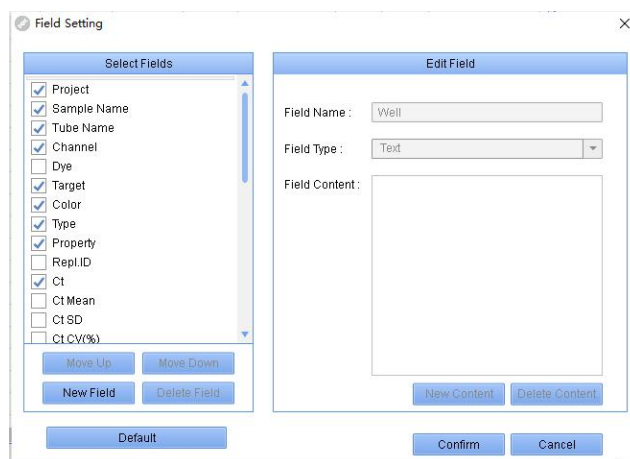

Fig 4-6
- **Ascunderea/Afișarea coloanelor din tabel:** Faceți clic pe **Masă** meniu pentru a deschide **Setări de câmp** caseta de dialog (Fig 4-6). Dacă doriți să afișați o coloană, bifați câmpul; pentru a ascunde o coloană, debifați acest câmp.